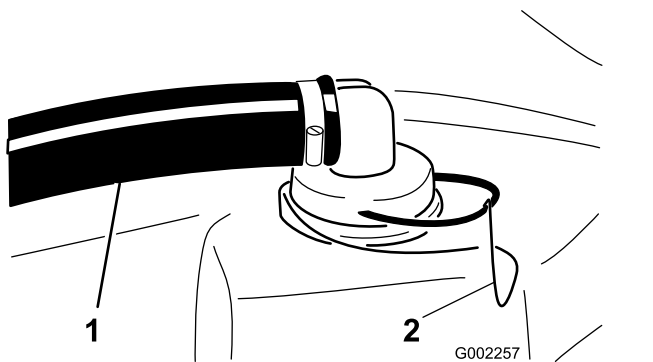

図 68
2. タンク上部の太いホースについている赤いフィッティングからリテーナを外す (図 68)。
3. タンクからホースを外す (図 68)。